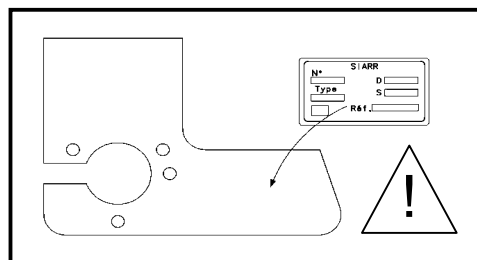

Fig. 1
- \* Eseguire un sezionamento sul ritorno delle barre di fissaggio del paraurti (1 a destra (Fig.2) e 1 a sinistra (Fig.1)).